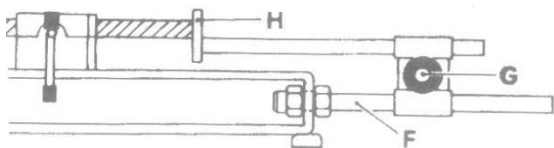

Fig. 3
4. Justering af stopstangen (fig. 3)